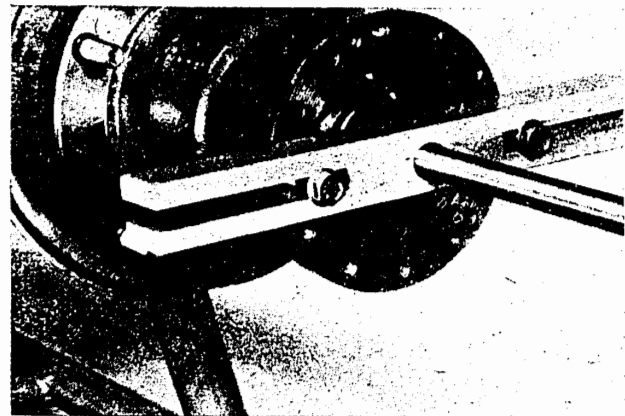

Bild H 9. Abziehen der Radnabe,
20. Radnabe mit der Abziehvorrichtung abziehen (Bild H 9).